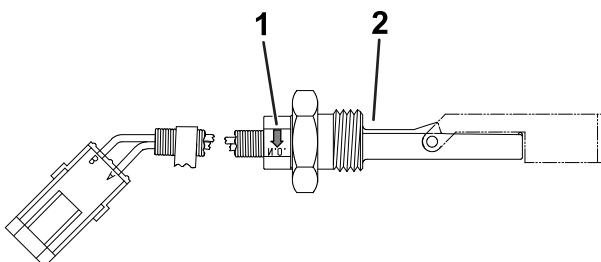

图8
- 如果机器配备有泄漏检测油箱，请将油位传感器装入油箱，确保传感器上的箭头向下（图8）。上紧传感器螺母扭矩至 $12.5\sim15.8\text{N}\cdot\text{m}$ 。